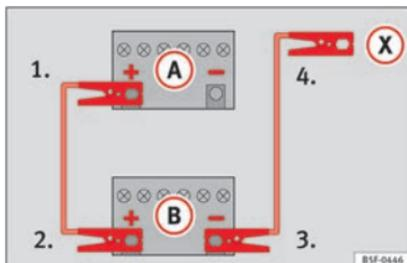

Fig. 67 Esquema de conexión para vehículos sin sistema Start-Stop.
2. Emborne un extremo del cable rojo de emergencia al polo positivo (+) del vehículo con la batería descargada (A) »» fig. 67.
3. Emborne el otro extremo del cable rojo de emergencia al polo positivo (+) del vehículo que suministra la corriente (B).
4. En los vehículos sin sistema Start-Stop: emborne un extremo del cable negro de emergencia al polo negativo (-) del vehículo que suministra la corriente (B) »» fig. 67.
- En los vehículos con sistema Start-Stop: emborne un extremo del cable negro de emergencia (X) a un terminal de masa adecuado, a una pieza de metal maciza que